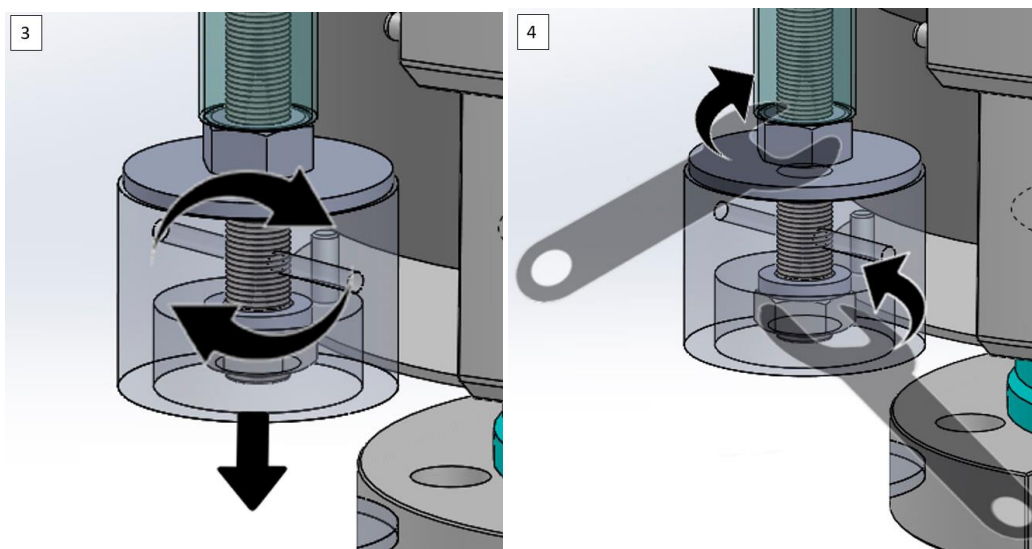

Fig.23 Ajustement du frein de course. Réglage.
3. abaissez le bouton au minimum pour augmenter la course du guidon, comme le montre l'image de gauche de la figure 23, vous aurez alors plus de friction et le frein ralentira. Si, en revanche, vous souhaitez que la résistance à la course soit moindre, vous devrez laisser moins de place à la barre.
4. Serrez chacun des écrous jusqu'à ce que le système soit fixé comme indiqué dans l'image de droite de la figure 23. L'écrou supérieur est serré dans le sens des aiguilles d'une montre et l'écrou inférieur dans le sens inverse.